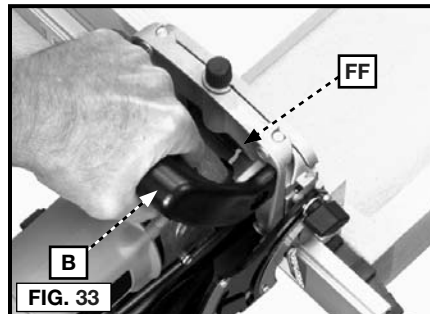

FIG. 33
6. Placez l'outil sur l'ouvrage avec le bas de la base contre la règle et l'encoche de guidage (FF) Fig. 33, aligné sur la ligne centrale d'une rainure. Faites pression sur la poignée auxiliaire (B) Fig. 33, afin de garder l'outil fermement en place.
**REMARQUE :** Assemblez tous les joints et vérifiez les alignements avant d'appliquer de la colle (voir Fig. 33).